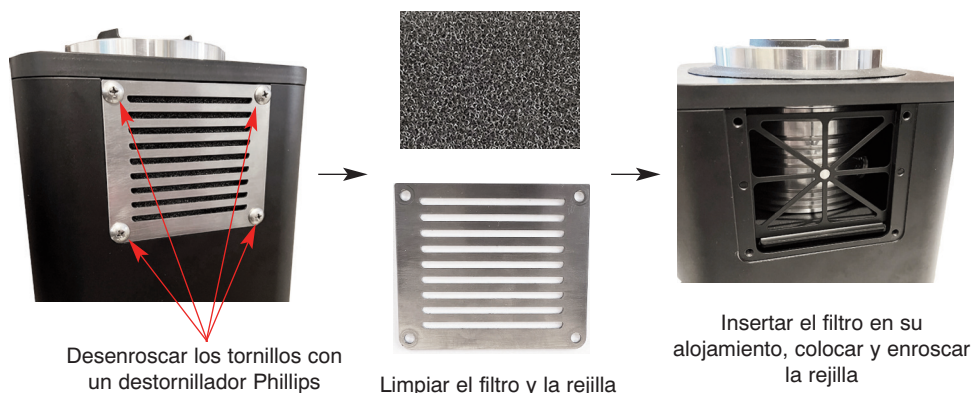

Fig. 24
- **Para limpiar el filtro** y la rejilla, destornillar la rejilla de ventilación y retirar el filtro (véase Fig. 24).